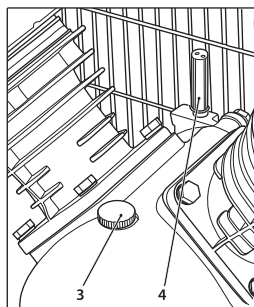
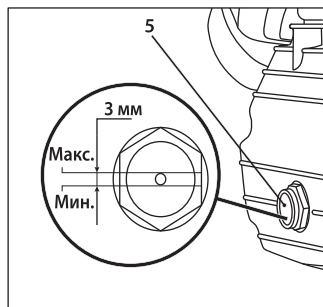

рис. 5
рис. 6
Открутите пробку картера (3) (рис.5) и заправьте масло до максимального уровня (до красной отметки) в смотровом окне (5) (рис. 6).
После заправки масла установите пробку картера (3) на место. Снимите транспортную пробку на картере и установите сапун (4) на место пробки (рис. 5).
Проверить и при необходимости очистить воздушные фильтры компрессора. Проверить уровень масла в компрессоре по указателю (рис. 6), при необходимости долить масло.
Для этого отверните болт сливного отверстия картера (18) и дождитесь полного слива масла из картера. Для слива отработанного масла используйте специальную емкость. После этого вверните болт на место и залейте новое масло. Уровень проверьте по смотровому окну (5) (рис. 6).